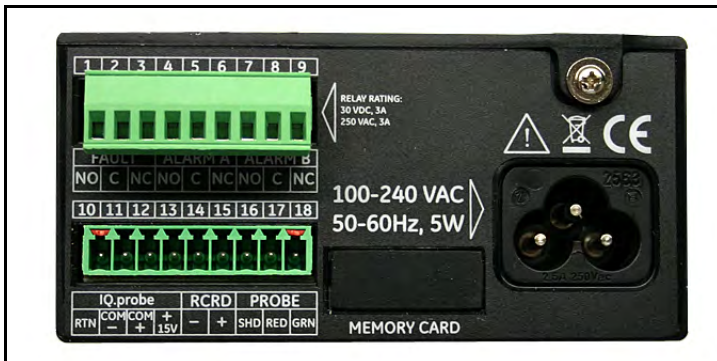
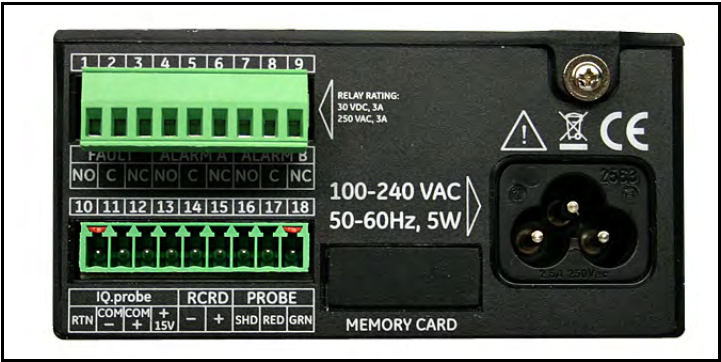

Figura 22: Conector inferior removido
Figura 27: Conector inferior removido
2. Remova o conector do bloco terminal inferior na parte posterior do dew.IQ (veja Figura 22 abaixo).
- 2. Remova o conector do bloco de terminal inferior na parte posterior do dew.IQ (veja Figura 27 abaixo).
Consulte *Tabela 2* abaixo para conectar seu gravador analógico aos pinos 14 e 15 no bloco terminal inferior na parte posterior do **dew.IQ** (consulte *Figura 22 na página 21* ou *Figura 27 na página 24*).